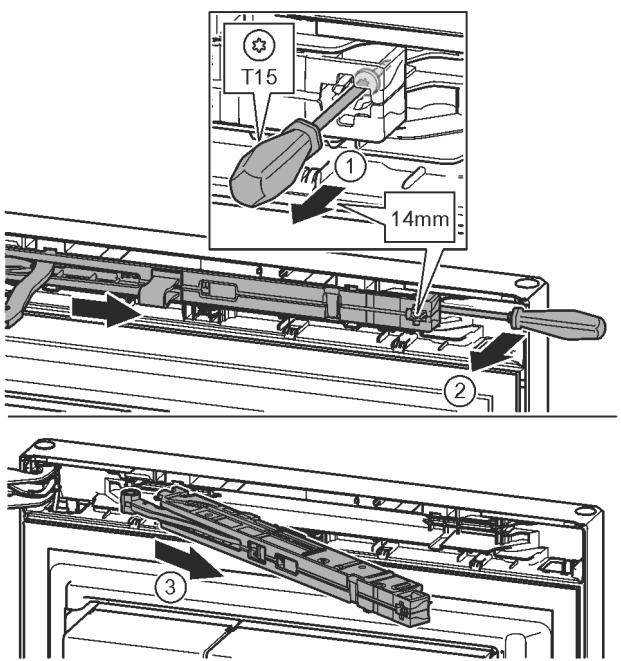

Fig. 15
- Schraube an Schließdämpfereinheit mit Schraubendreher T15 ca. 14 mm lösen. Fig. 15 (1)
- Mit einem Schraubendreher griffseitig hinter die Schließdämpfereinheit fahren und nach vorne drehen. Fig. 15 (2)
- Schließdämpfereinheit herausziehen. Fig. 15 (3)